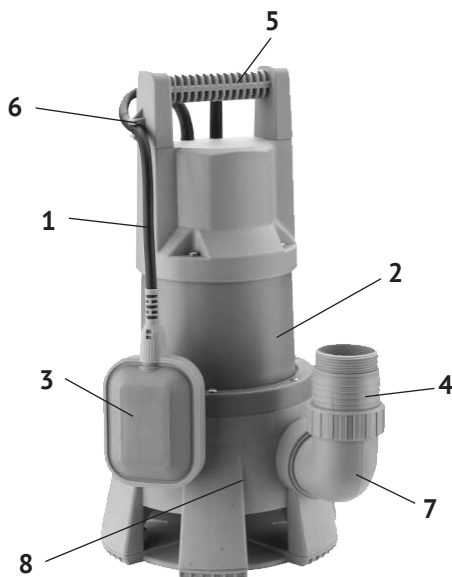

рис.1
2.4 Общий вид насоса представлен на рис.1
2.5 Двигатель и насос расположены в пластиковом корпусе (рис.1 поз.2) . Насос приводится в действие асинхронным двигателем переменного тока. Подключение насоса к сети осуществляется кабелем питания со штепсельной вилкой с заземляющим контактом. Насос начинает работу при подключении к сети питания.
4.2 Прикрутите к корпусу насоса (рис.1 поз.2) угловой патрубок (рис.1 поз.7) с предварительно прикрученным к нему выходным штуцером (рис.1 поз.4). Смонтируйте и присоедините к выходному штуцеру напорную магистраль.
4.4 Для установки других пределов регулировки, следует изменить вылет поплавка относительно места крепления (рис.1 поз.6) его кабеля (рис.1 поз.1) на рукоятке (рис.1 поз.5). Проверьте, что уровень воды в пределах поля регулирования по отношению к перекачиваемому объёму, не потребует от насоса 30-ти и более выключений в час. Частые коммутации выключателя сокращают срок службы насоса.
4.5 Привяжите верёвку (трос) к ручке (рис.1 поз.5) насоса. Кабель питания можно закрепить на этой верёвке.